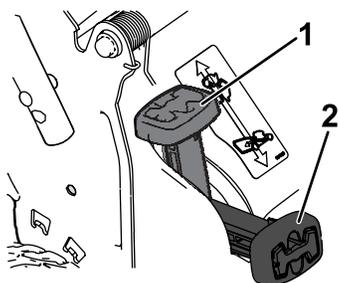

Figura 13
- **Se desejar recolher relva e aparas**, prima o botão na alavanca de uso do saco a pedido e desloque a alavanca para a frente até que o botão saia (Figura 13).